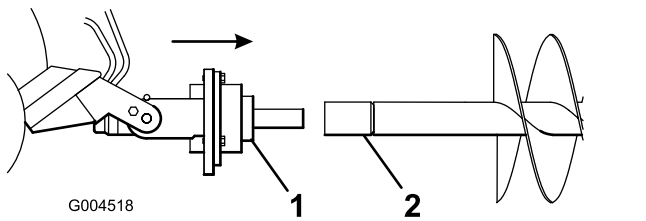

Bild 7
8. Schieben Sie die Antriebswelle in das Ende der Erdbohrerwelle (falls vorhanden), wie in Bild 7 abgebildet.